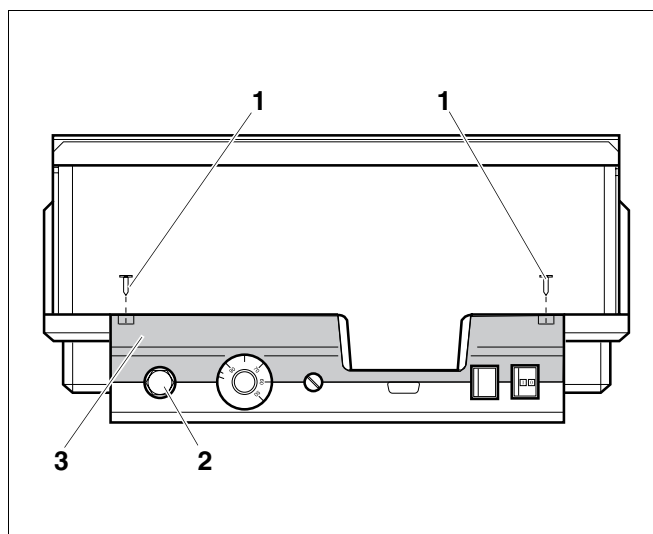

Рис. 1 Система управления Logamatic 4...
- Для установки требуемого значения температуры надо вынуть предохранительный ограничитель (STB) (рис. 1, поз. 2) из корпуса.
- Для этого нужно открутить два винта (рис. 1, поз. 1).
- Снять крышку (рис. 1, поз. 3).
- Открутить защитный колпачок (рис. 1, поз. 2).